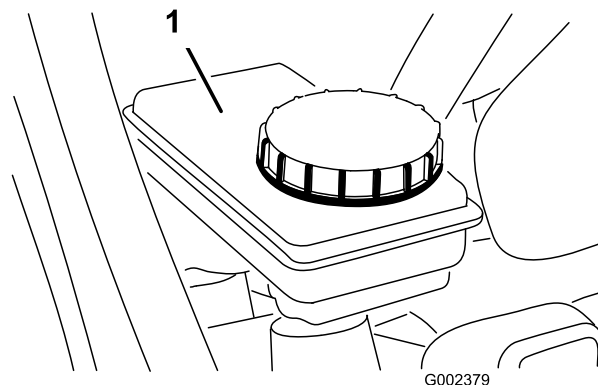

Figura 24
2. O nível do fluido deve estar ao nível da linha Full indicada no reservatório (Figura 24).